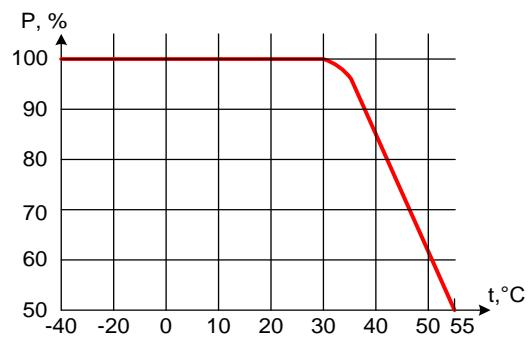

Рис. 10
\* При температуре выше + 35 °C требуется запас по току, см. рис. 10
**ВНИМАНИЕ;** при повышении температуры окружающей среды уменьшается максимальная допустимая мощность нагрузки регулятора (см. рис. 10).